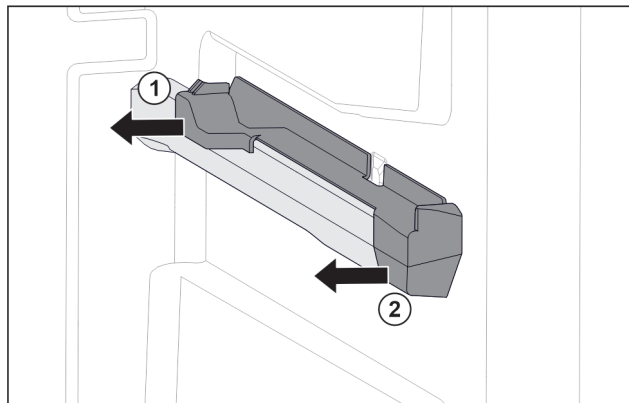

Fig. 75 Násuvný diel na pravom rebro nádoby
- ▶ Stiahnite násuvný diel vzadu do strany. Fig. 75 (1)
- ▶ Stiahnite násuvný diel vpredu do strany. Fig. 75 (2)